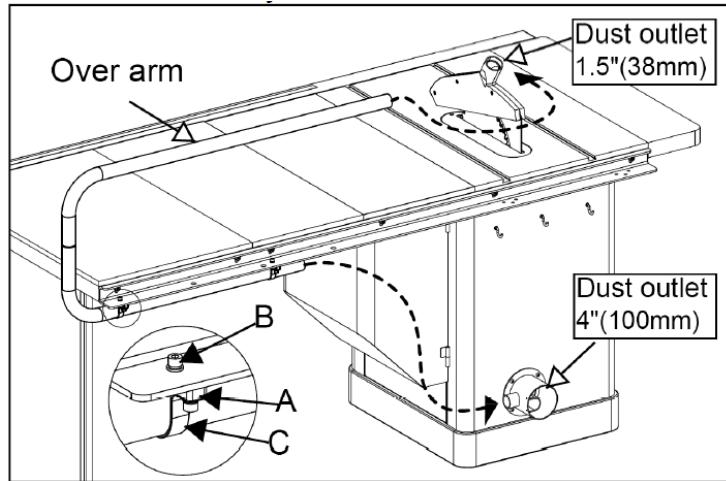

Рисунок 17
- Прикрепите кронштейн (A) к задней направляющей с помощью винта (B).
- Прикрепите предплечье к кронштейну (A) с помощью зажима (C). (Всего 2 комплекта зажимов)
- Подсоедините трубу 1,5 дюйма (38 мм) к патрубку пылеудаления, как показано на рис. 17.